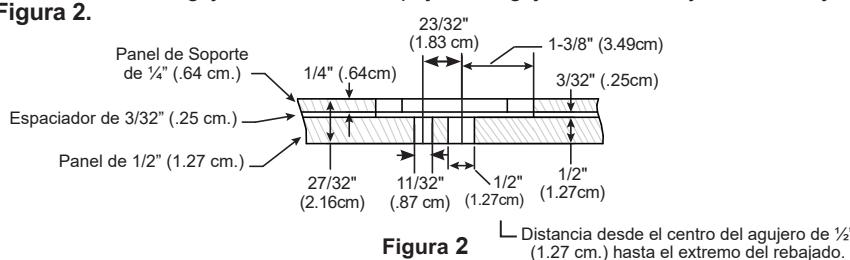

Figura 2
8. Usando una rebajadora, guía en línea recta, y una broca de rebajadora de 1" (2.54 cm.), rebaje el panel de soporte de 1/4" (.64 cm.) y el espaciador de 3/32" (.25 cm.) para crear dos agujeros de despeje para el montaje de la manija definido en los pasos 1 a 7.6. Vea la **Figura 2** y la **Figura 3**.
9. Usando pegamento para madera, adhiera un panel de soporte de 1/4" (.64 cm.) y un espaciador de 3/32" (.25 cm.) sobre la parte trasera del panel exterior a medida. Los agujeros deberán despejar los agujeros de montaje de la manija. La sección de cruce se deberá ver como en la **Figura 2**.